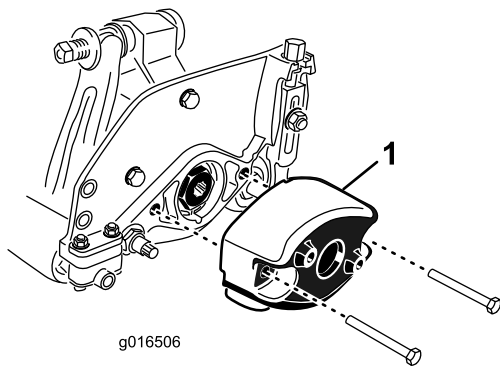

図 9
1. カウンタウェイトをカッティングユニットの左側に固定しているボルト2本を外す。カウンタウェイトを取り外す 図 9。
ど取り外したボルトを使ってウェイトをカッティングユニットに取り付ける **図 9**。各ねじを 16–20 N·m 12–15 ft·lb = 1.7–2.1 kg·m にトルク締めする。